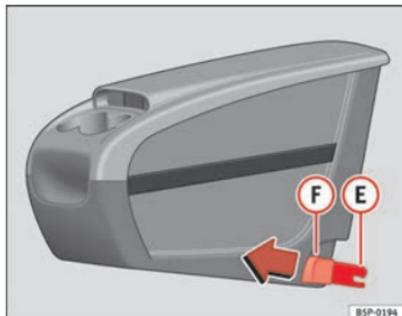
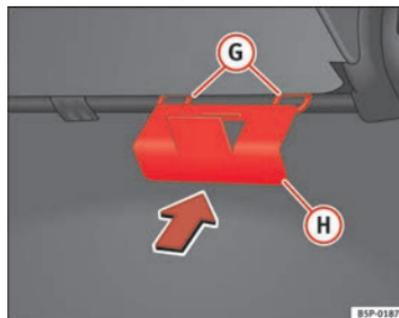

Fig. 111 Porta-objectos móvel. Montagem
Fig. 112 Placa de fixação do porta-objectos móvel
- Colocar a partir do interior do veículo, a placa de fixação ⑧ ⇒ fig. 112 do porta-objectos móvel, pela parte traseira do banco. Deve estar situada entre o encosto e o banco, na zona do lugar central.
- Coloque frente a frente as duas peças de fixação **E** ⇒ página 152, fig. 111, com as duas anilhas de fixação **G** ⇒ página 152, fig. 112 e pressione com força até que as duas pinças encaixem totalmente nas anilhas.
- Puxe cada um dos botões ⇒ página 152, fig. 111 **F** das pinças (botões vermelhos) para a frente, até ouvir que desencaixaram.